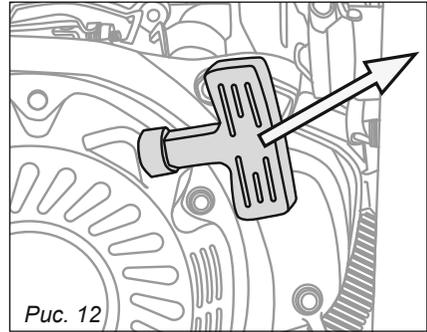

Рис. 12
• Медленно вытяните шнур стартера до тех пор, пока не почувствуете легкого сопротивления (рис. 12). Затем дерните его для запуска дви-